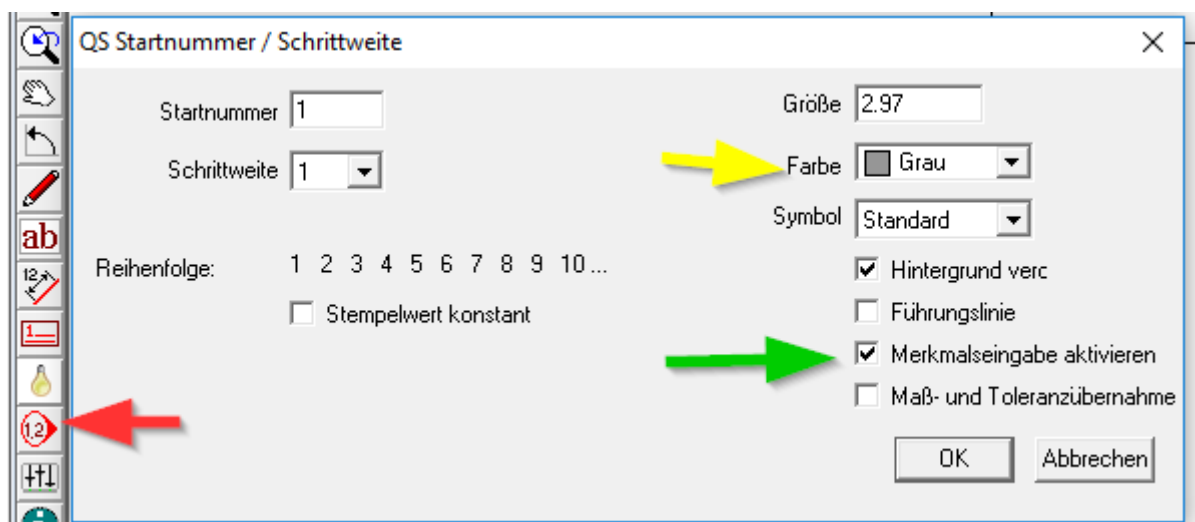

Abbildung 21
- Klicken Sie in CAD QS (Zeichnungsfenster) auf das Stempelsymbol (Roter Pfeil in Abbildung 21) und achten Sie darauf, dass die EMPB-Farbe (Gelber Pfeil in Abbildung 21) ausgewählt ist. Am Anfang wird alles in der EMPB-Farbe gestempelt, einstellbar in den Optionen von Smart Inspection. In unserem Fall sind graue Stempel für den EMPB vorgesehen. Diese graue Stempel sind keinem Prüfplan zugeordnet, siehe auch 3.1. Prüfpläne bearbeiten / Arbeitsvorbereitung. Achten Sie auch darauf, dass die Merkmalseingabe aktiviert ist (Grüner Pfeil in Abbildung 21).